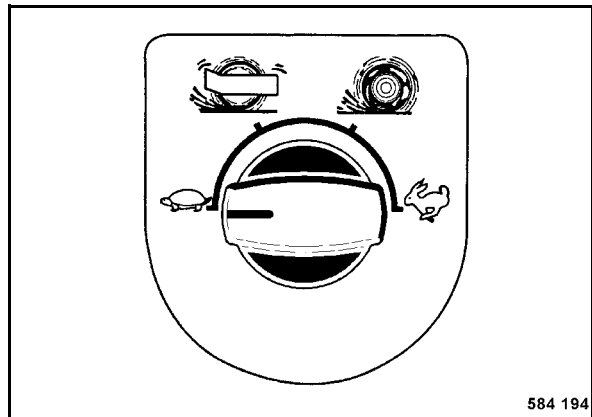

fig. 45
- Enclencher la vitesse de travail (fig. 45) (tortue).